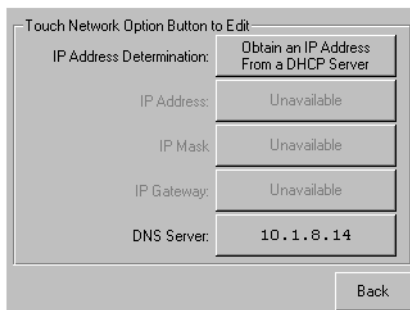

Figure 3-9. Écran de définition d'adresse IP
- Dans l'écran Menu, touchez l'option Network de la zone Edit Options. L'écran IP Address Determination s'affiche (voir figure 3-9).
2. Touchez l'option IP Address Determination (voir figure 3-9) puis sélectionnez l'option User-Specified IP Address (voir figure 3-10).